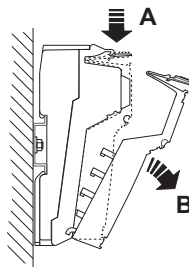
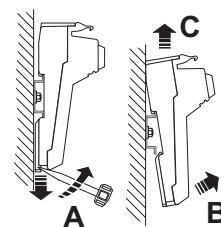

Bild 10-19 Entfernen eines Steckers
Bild 10-20 Entfernen des Sockels
- Hebeln Sie den zu entfernenden Stecker durch Druck auf die hintere Stecker-Keilverrastung aus (Bild 10-19, A).
- Nehmen Sie den Stecker ab (B).
- Fassen Sie mit einem Werkzeug in den Fußriegel, ziehen Sie das Werkzeug nach oben (Bild 10-20, A) und ziehen Sie das Modul von der Schiene ab (B, C).